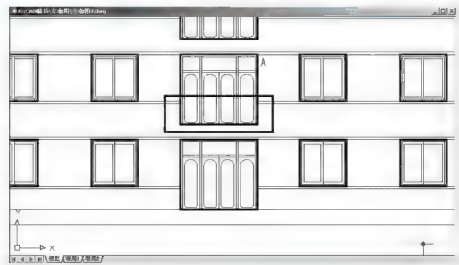

图 4.42 绘制出阳台的轮廓
(3) 单击【绘图】工具栏上的【矩形】图标 , 启动【矩形】命令。
① 在指定第一个角点或 [倒角 (C)/ 标高 (E)/ 圆角 (F)/ 厚度 (T)/ 宽度 (W)]: 提示下, 输入 “W” 后按 Enter 键。
② 在指定矩形的线宽 <0.0000>: 提示下, 输入 “50” 后按 Enter 键, 将矩形的线宽改为 50mm。
③ 在指定第一个角点或 [倒角 (C)/ 标高 (E)/ 圆角 (F)/ 厚度 (T)/ 宽度 (W)]: 提示下, 输入 “@-600, -300” 后按 Enter 键, 指定矩形的第一个角点在相对坐标基点的左下部, 水平向左偏移 600mm, 垂直向下偏移 300mm。
④ 在指定另一个角点或 [面积 (A)/ 尺寸 (D)/ 旋转 (R)]: 提示下, 输入 “@4200, 1400” 后按 Enter 键结束命令, 结果如图 4.42 所示。